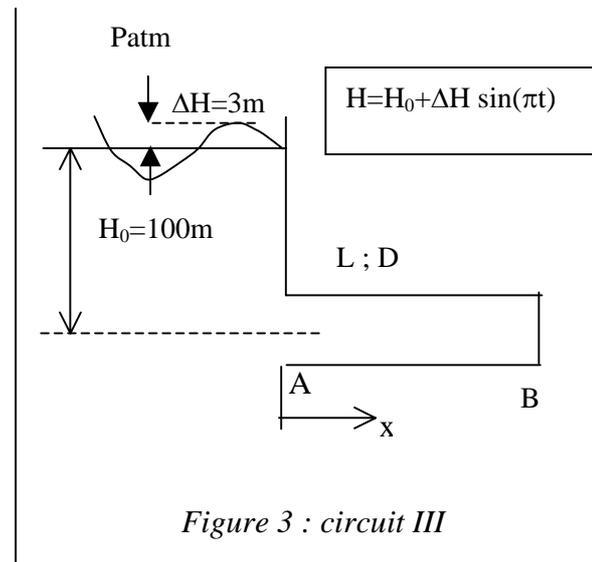

Figure 3 : circuit III
5. Régime transitoire : On considérera dans cette question le circuit III schématisé sur la figure 3. Ce circuit est constitué d'un réservoir amont et d'une vanne complètement fermée en aval.
b) Coup de bélier : On souhaite calculer la charge piézométrique à l'extrémité du système (au point B – vanne fermée) en sachant que la surface libre du réservoir a une oscillation sinusoïdale de fréquence π rd/s et d'amplitude 3m (voir figure 3). On négligera dans ce problème les pertes de charge.